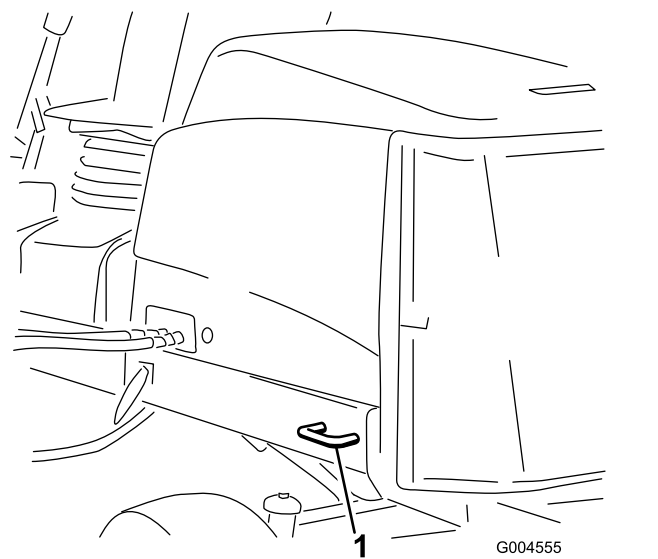

Figura 66
- **Parte posteriore della macchina** – Ogni lato della macchina sul telaio posteriore (Figura 66).